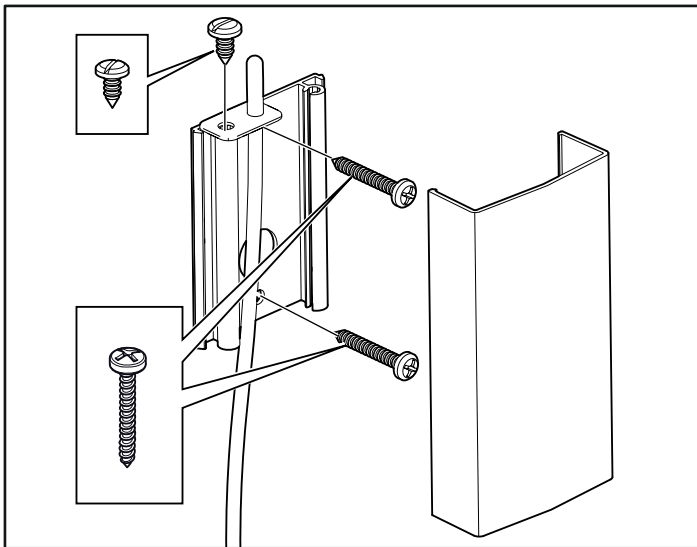
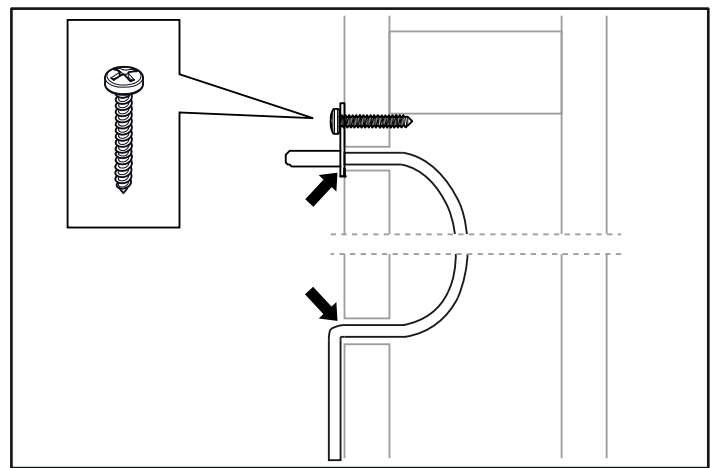

Рисунок 15: Установка датчика
Рисунок 16: Уплотните любые отверстия
- Установите датчик на стене, см. рис. 15. Провод термистора также может быть проведен через стену. Уплотните любые отверстия в стене за датчиком, см. рис. 16, страница 29, провод термистора может быть расширен за пределы сауны при помощи низковольтного кабеля (2-проводного).